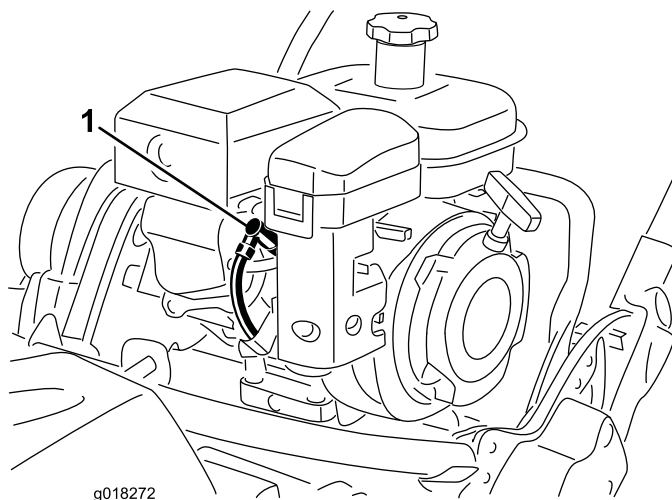

Figura 35
1. Staccate il cappellotto della candela (Figura 35).